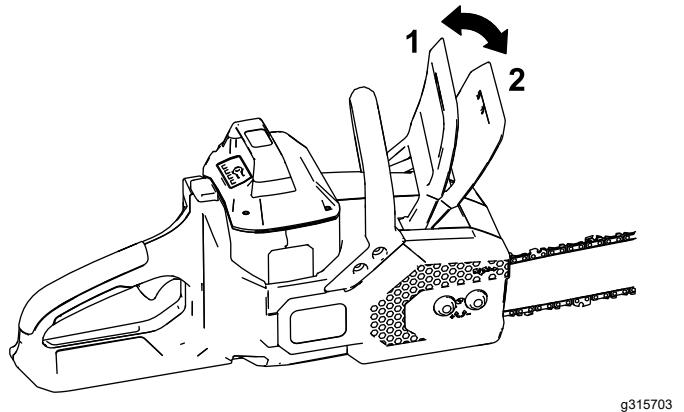

Figure 10
- Vérifiez que le frein de chaîne est en position de MARCHE (Figure 10).
Quand vous n'utilisez pas la tronçonneuse ou que vous la transportez vers ou depuis la zone de travail, placez le frein de chaîne à la position d'ARRÊT (Figure 10) puis retirez la batterie.